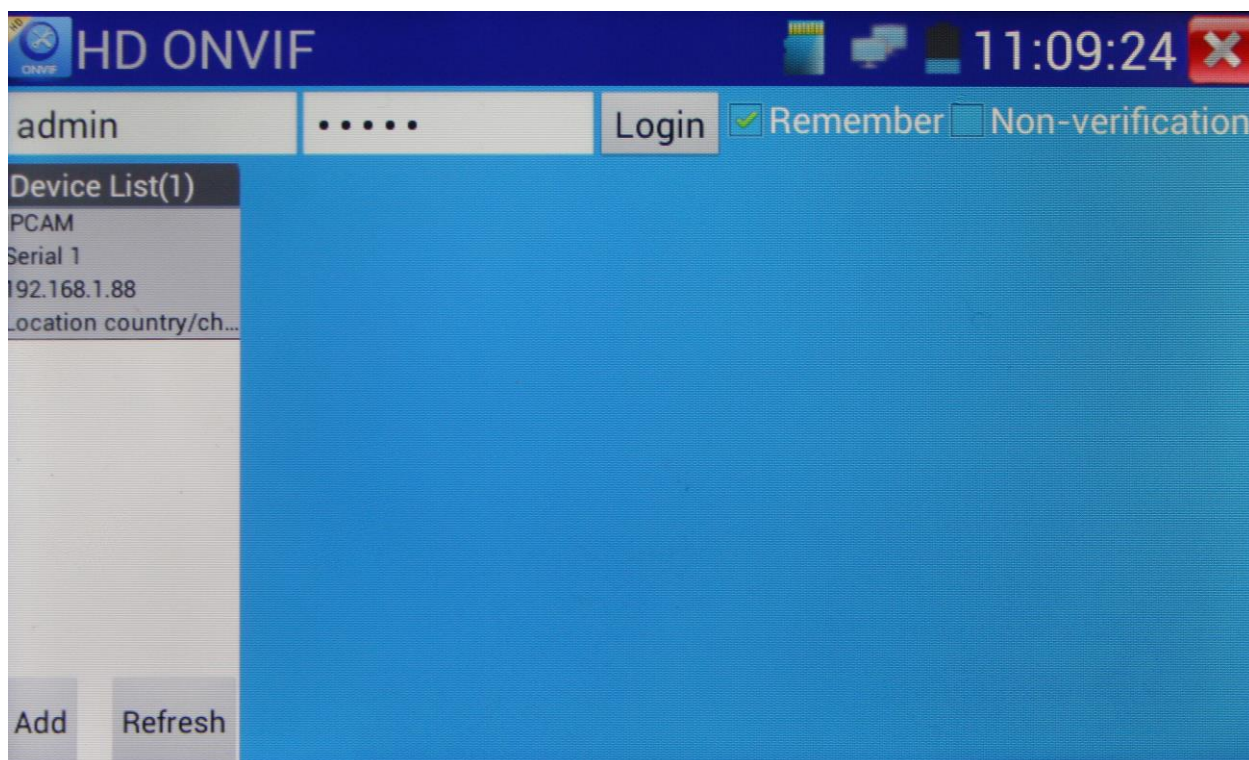

Рис.8 Определение IP-камеры и вход в ONVIF.
Если процедуры опознавания завершились успешно, в списке устройств должны быть записи о найденных IP-камерах (хотя бы об одной камере). (Рис.8)
2.2 После того, как камера опознана, необходимо авторизоваться в ней, введя имя и пароль в окно ввода в левом верхнем углу экрана (Рис.8). После успешной авторизации появляется полный доступ к настройкам камеры, в том числе появляется возможность просмотра изображения (Рис.9).